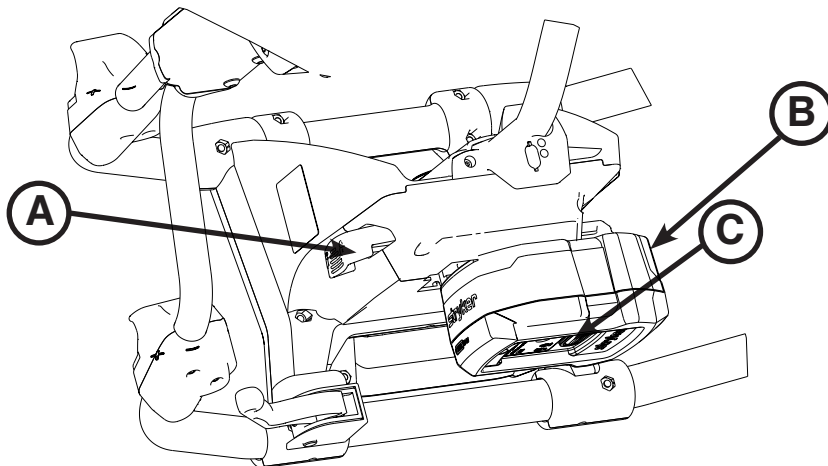

Figura 27: Extracción y sustitución del **SMRT™**
1. Pulse el botón de desbloqueo rojo (C) o pulse el botón de desbloqueo de la batería (A) para desbloquear el **SMRT™** Pak (B) de la camilla tal como se muestra en la Figura 27.